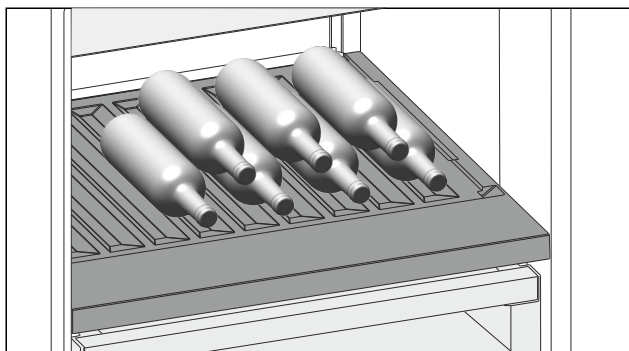

Fig. 110
- Flessen met de bodem naar achteren tegen de achterwand plaatsen. (zie Fig. 110)